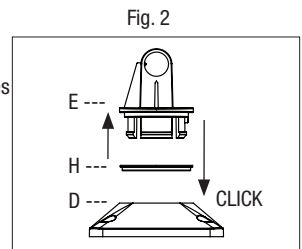
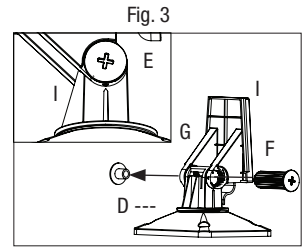
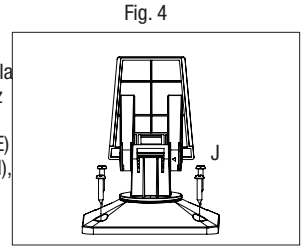

Fig. 2
Fig. 3
Fig. 4
1. Assemblez le support de montage du panneau solaire (Fig. 2):
- Repérez le joint de frottement (H) et placez-le sur le socle de montage (E)
- Placez la base de montage (D) sur une surface plate et dure. Insérez le socle de montage (E) dans la base de montage (D) jusqu'à ce que vous ressentiez et entendiez un déclic.
- Alignez la flèche située sur le socle de montage (E) sur la flèche se trouvant sur la plaque de montage (I), en insérant la goupille de montage (F) dans les deux objets pour les verrouiller ensemble (Fig. 3).
- Poussez le capuchon de goupille de montage (G) sur le bout ouvert de la goupille de montage (F). Le bord intérieur du capuchon de goupille (G) devrait être dans l'alignement de la plaque de montage (I).
2. Choisissez un endroit où monter le panneau solaire (B), en veillant à ce que la rallonge électrique du panneau solaire (M) puisse atteindre le système d'éclairage. Pour des résultats optimaux, le panneau solaire devrait faire face au sud et être débarrassé de toute obstruction pouvant gêner son exposition à la lumière du soleil. Le support fournit une rotation de presque 360° et une inclinaison de 120°.
3. Montez le support assemblé sur une surface solide en utilisant les vis de montage (J) (Fig. 4).